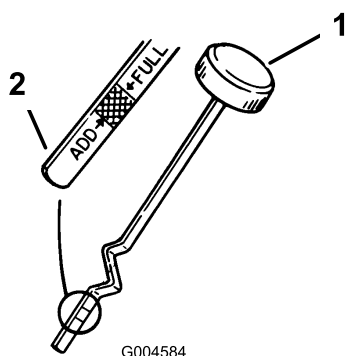

Figura 21
9. Svitare l'asta di livello dell'olio e pulite l'estremità metallica (Figura 21).